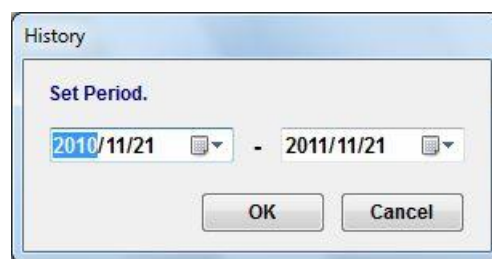

図 9.3 Period Setting Dialog
- [Period]ボタンを選択すると、“Period Setting Dialog”が表示されます。(図.9-3)